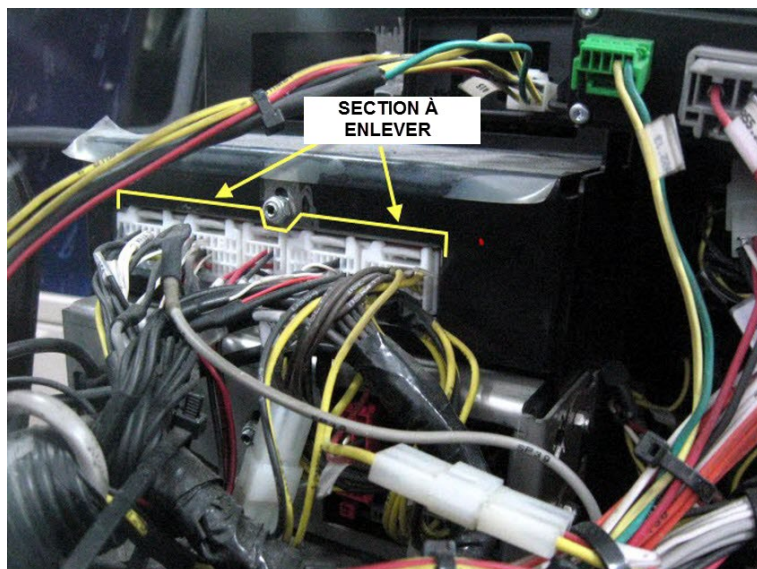
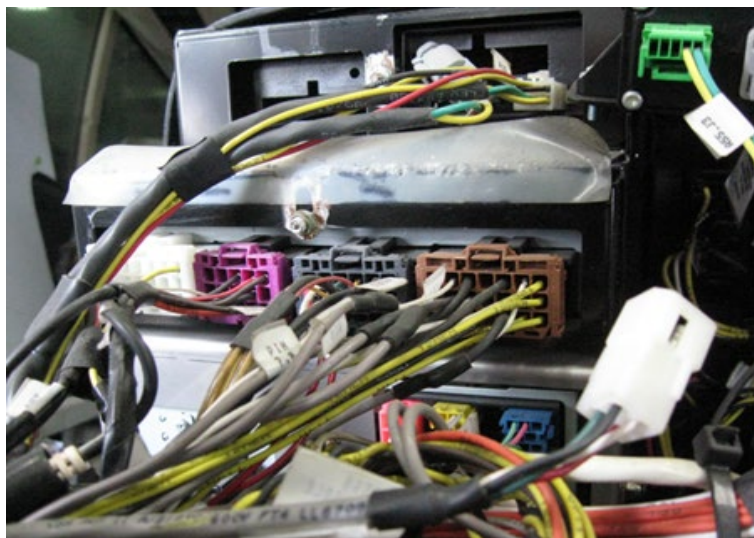

FIGURE 7: SECTION DU SUPPORT À COUPER
FIGURE 8: UNITÉ DE COMMANDE VSS06 INSTALLÉE MONTRANT L'OUVERTURE ÉLARGIE DU SUPPORT
8. À l'aide d'un outil rotatif équipé d'un disque de coupe ou d'une pointe au carbure approprié, découper l'ouverture du support selon la FIGURE 7 et la FIGURE 8 ci-dessous. Protéger la zone contre les particules métalliques.